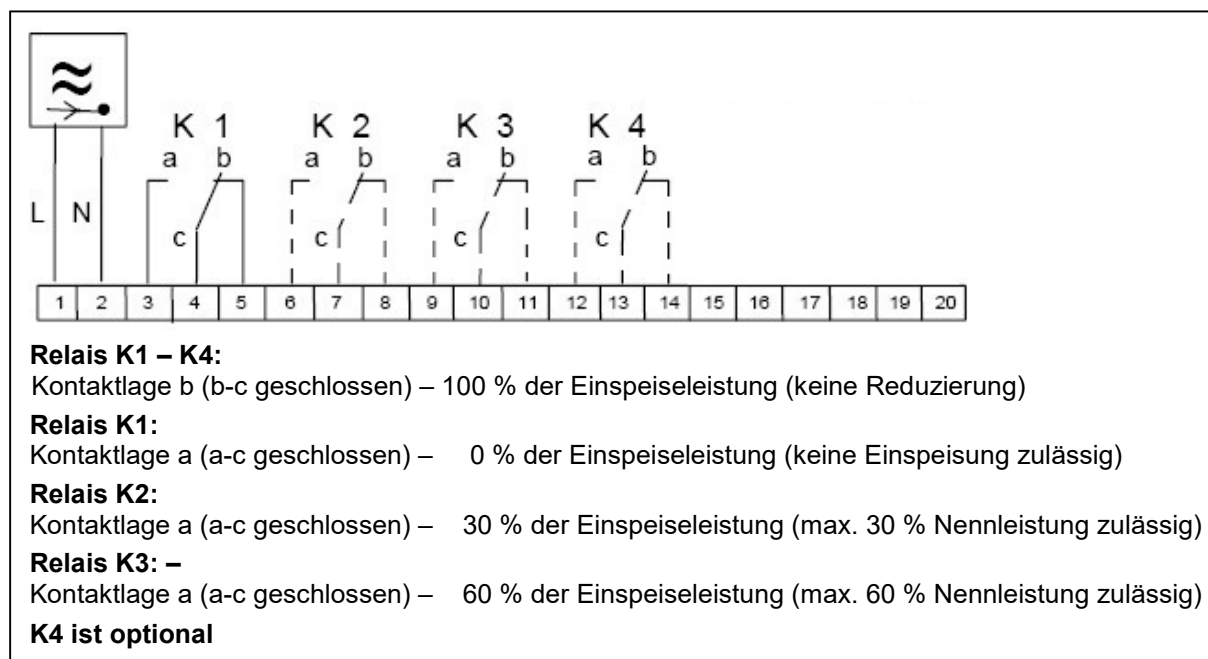

Abbildung 1: Anschlussschema des FRE
- (2) Geräte anderer Hersteller oder mit abweichenden technischen Parametern können aus Kompatibilitätsgründen nicht eingesetzt werden.
- (3) EZA mit einer installierten Leistung bis 100 kW je Verknüpfungspunkt werden über den FRE mit 4 Leistungsstufen (z.B. 0%, 30%, 60%, 100%) gesteuert.
- (4) Die Steuersignale zur 4-stufigen Abregelung der Einspeiseleistung werden entsprechend dem Anschlussschema nach Abbildung 1 an den Schaltausgängen des Funkrundsteuerempfängers (FRE) bereitgestellt.
- (5) Die FRE werden von den SWR innerhalb ihres Netzgebietes, im Rahmen der bestehenden Liefermöglichkeiten, inklusive der erforderlichen Parametrierung angeboten.
- (6) Alternativ kann der Anlagenbetreiber die einzusetzende Gerätetechnik auch über die in Tabelle 1 benannten Hersteller direkt beziehen. Die erforderliche Parametrierung der direkt bezogenen FRE wird ebenfalls von den SWR angeboten.
- (7) Die Kommunikationskosten für die Übertragung der Steuersignale sind durch den Anlagenbetreiber zu tragen.